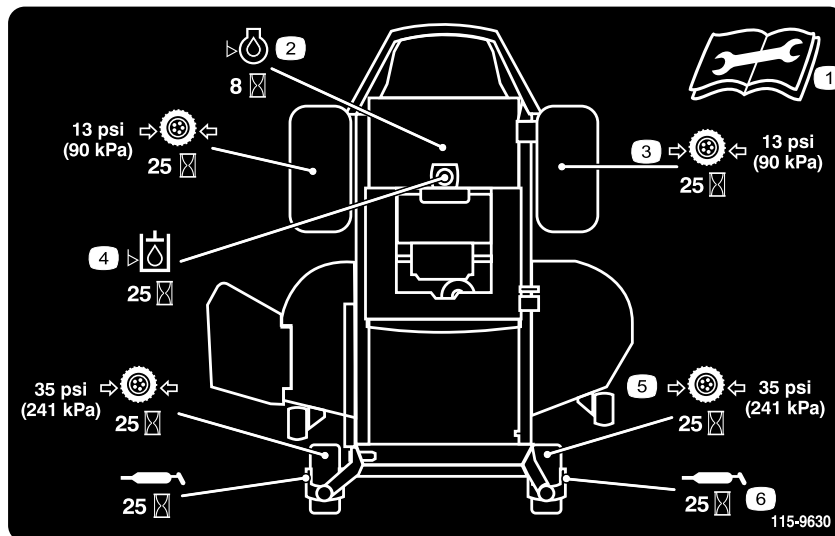

Bild 39
3. Reinigen Sie die Schmiernippel (Bild 41 und Bild 39) mit einem Lappen.
4. Stecken Sie eine Fettspritze auf jeden Schmiernippel und pumpen Sie solange Fett in die Nippel, bis das Fett aus den Lagern austritt (Bild 39 und Bild 41).